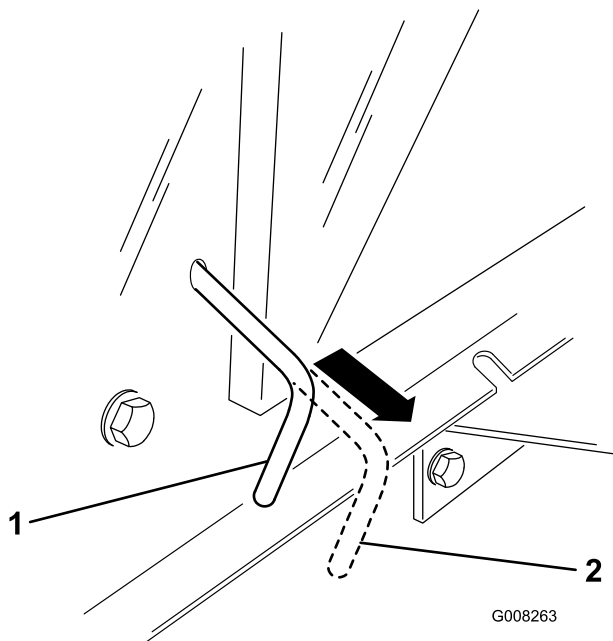

Figure 16
Remarque: Cela a pour effet de débrayer la transmission et de permettre aux roues de tourner librement (Figure 16).
2. Poussez la commande de transmission en position de fonctionnement (Figure 16) pour embrayer la transmission.